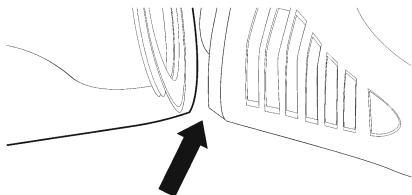
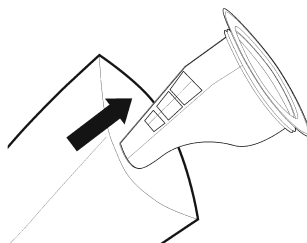

Fig. 9
Fig. 10
1. Rimuovere l'apparecchio dalla stazione di ricarica (2).
3. Premere il tasto di sblocco del contenitore per la polvere (12) e rimuovere il relativo contenitore (10, fig. 9).
4. Rimuovere il filtro per la polvere (11) dal lato interno del relativo contenitore (10) e svuotare quest'ultimo (fig. 10).
5. Pulire il filtro per la polvere (11) e, se necessario, l'interno del contenitore con un panno asciutto.
6. Dopo l'uso dell'aspiratore per liquidi: lavare accuratamente il contenitore per la polvere (10) e il relativo filtro (11) con acqua fredda, soprattutto se sono stati aspirati altri liquidi come succo o latte. Lasciare asciugare completamente le parti prima di rimontarlo.
7. Inserire correttamente il filtro antipolvere (11) nel contenitore della polvere.
8. Rimontare il contenitore per la polvere (10) e l'alloggiamento inserendo innanzitutto la parte inferiore e poi quella superiore, finché si fissano bene in posizione (fig. 9).